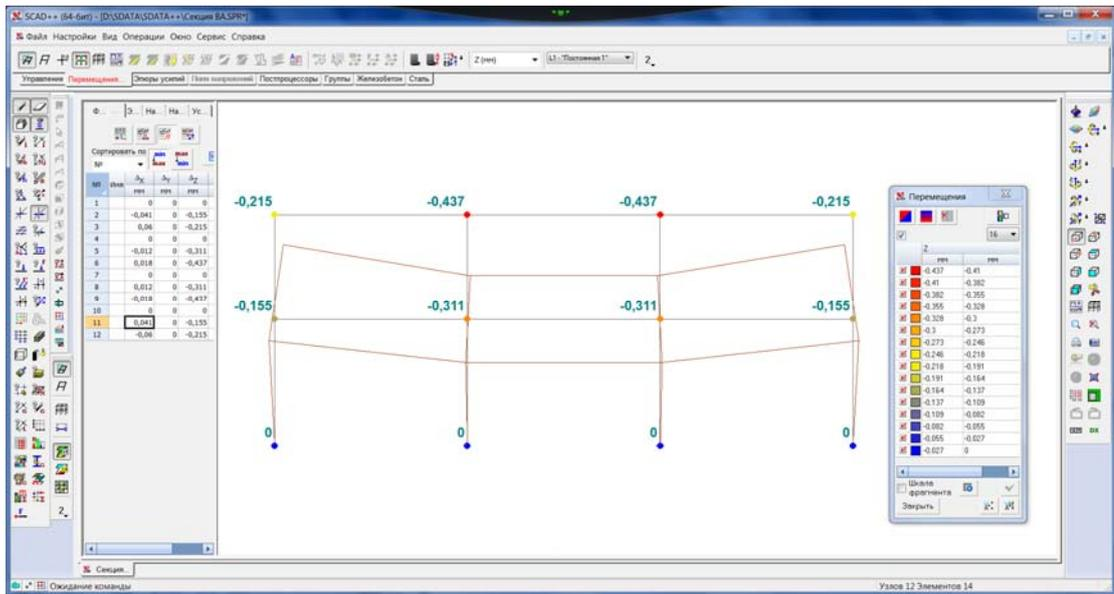

Рис. 2.3-16. Окно графического постпроцессора
Установим курсор в позицию **Графический анализ** раздела **Результаты** дерева проекта и нажмем левую кнопку мыши. При этом активизируется окно графического постпроцессора (рис. 2.3-16), инструментальная панель которого содержит закладки панелей отображения результатов расчета (перемещения, усилия и напряжения), а также результатов работы расчетных и конструирующих постпроцессоров — закладка **Постпроцессоры** (экспертиза элементов стальных и железобетонных конструкций, анализа нагрузок от фрагмента схемы, главных и эквивалентных напряжений и т.п.).
- нажать кнопку вызова операции отображения результатов расчета (например, **Совместное отображение исходной и деформированной схемы** — рис. 2.3-16).
При этом допускается совместное отображение деформированной схемы и одного из видов цветовой индикации, например, на рис. 2.3-16 показана индикация в виде цветowych маркеров в узлах исходной схемы и деформированное состояние конструкции.